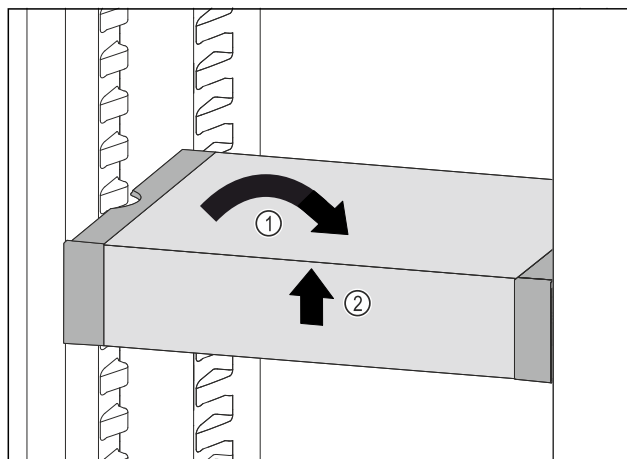

Fig. 124
- ▶ Seadke VarioSafe otseks. Fig. 124 (1)
- ▶ Tõstke VarioSafe eest üles. Fig. 124 (2)